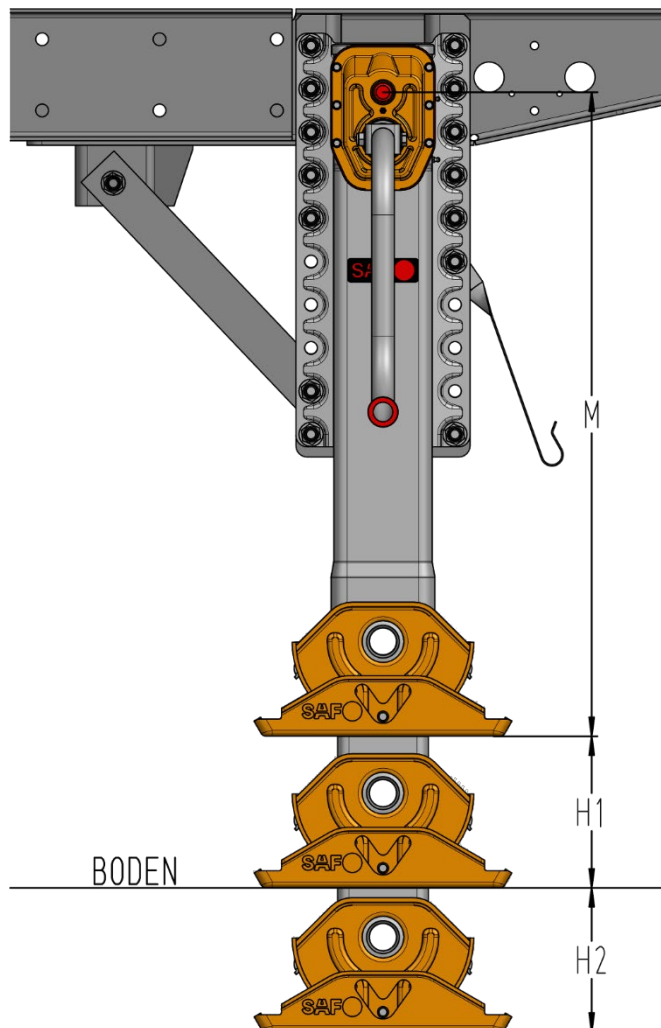

Bild 27
- Montagehinweise, Montagehöhe, Bodenfreiheit sowie die erforderliche Hubreserve sind zu beachten (siehe Bild 27).